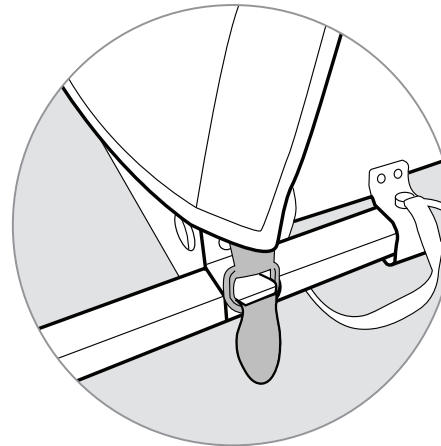

Figura 19
1. Deslice las anillas en D de la cubierta sobre las esquinas con gancho de los receptores de la barra de remolque (Figura 19).